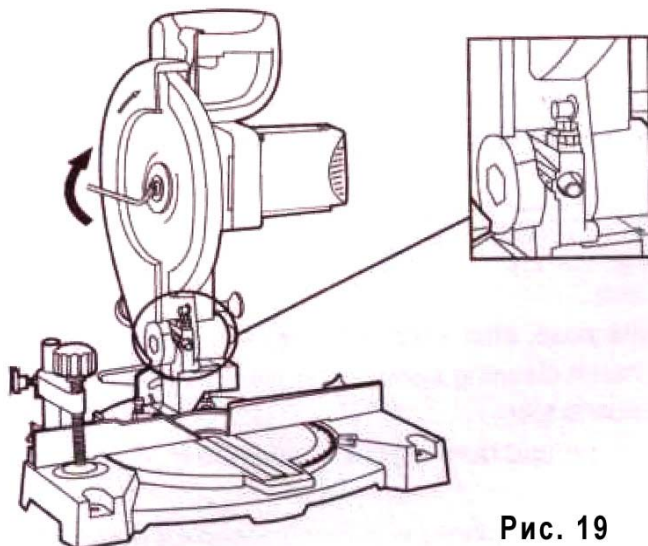

Рис. 19
4. Ослабьте давление на ручку (1) и направьте пильный блок вверх.
5. Нажмите на стопор шпинделя (33) и удерживайте его в этом положении.
6. Ослабьте зажимной винт (18) с помощью шестигранного ключа (39), поворачивая его по часовой стрелке (Рис. 19).